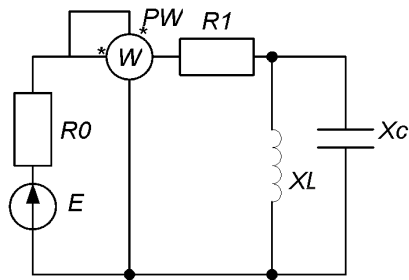

Рис. 3.44
3. В электрической цепи (рис. 3.44) действующее значение синусоидальной ЭДС $E = 100 \text{ В}$; $R_0 = 4 \text{ Ом}$; $R_1 = 6 \text{ Ом}$; $X_L = 5 \text{ Ом}$; $X_C = 10 \text{ Ом}$. Определить показания ваттметра (рис. 3.44).